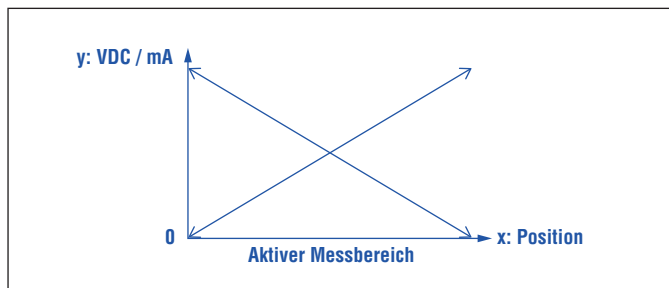

Abb. 22: Analog-Schnittstelle
5. Überprüfen Sie die voreingestellten Anfangs- und Endwerte des Messbereichs (Abb. 22) und korrigieren Sie diese gegebenenfalls über die kundenseitige Steuerung oder die MTS Sensors Servicetools, deren Bedienung nachfolgend ausführlich beschrieben wird.